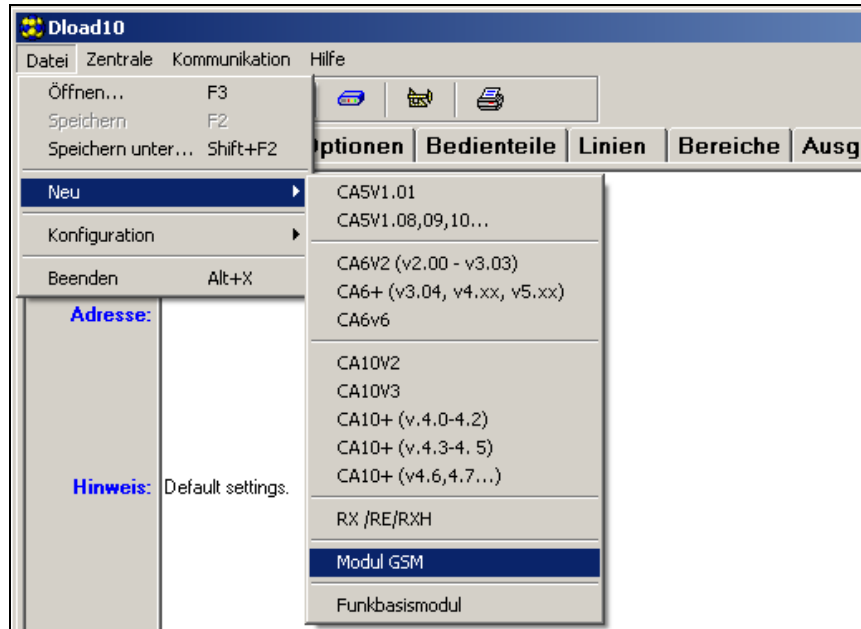

Abb. 11. Auswahl des GSM-Moduls nach dem Starten des Programms DLOAD10.
2. Starten Sie das Programm DLOAD10, dann öffnen Sie das Menü „Datei“, wählen Sie den Befehl „Neu“, und danach „Modul GSM“ (siehe: Abb. 11).